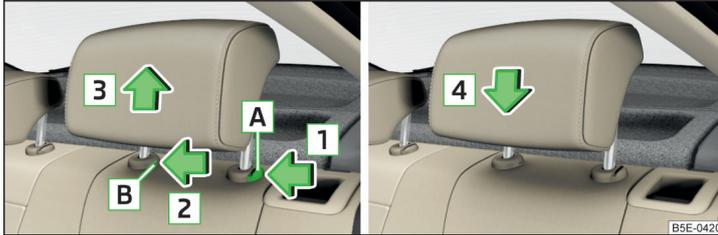

Abb. 68 Kopfstütze hinten aus-/einbauen
- › Die Sicherungstaste **A** in Pfeilrichtung **1** » Abb. 68 drücken, gleichzeitig mit einem flachen Schraubendreher mit einer Breite von max. 5 mm die Sicherungstaste in der Öffnung **B** in Pfeilrichtung **2** drücken.